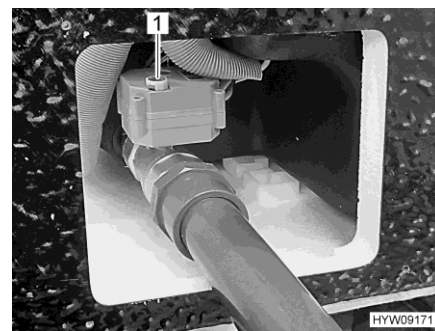

Fig. 106 Molette à réglage (robinet d'évacuation des eaux usées)
- Pour ouvrir le robinet d'évacuation des eaux usées, tirer la molette à réglage (Fig. 106,1) vers le haut et tourner jusqu'en butée dans le sens inverse des aiguilles d'une montre. Le sens de rotation (O pour ouvrir, S pour fermer) est indiqué sur la molette à réglage.
- Pour fermer le robinet d'évacuation des eaux usées, tirer la molette à réglage (Fig. 106,1) vers le haut et tourner jusqu'en butée dans le sens des aiguilles d'une montre.